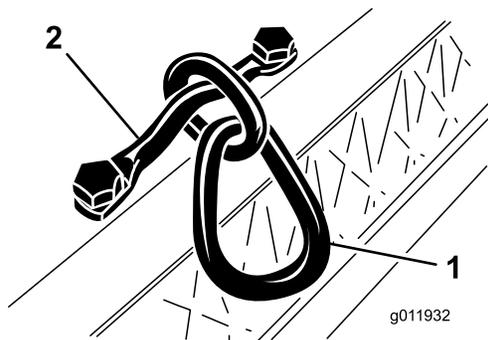

Рисунок 7
2. Затяните винты с головкой с моментом от 34 до 40 Н·м (Рисунок 7).